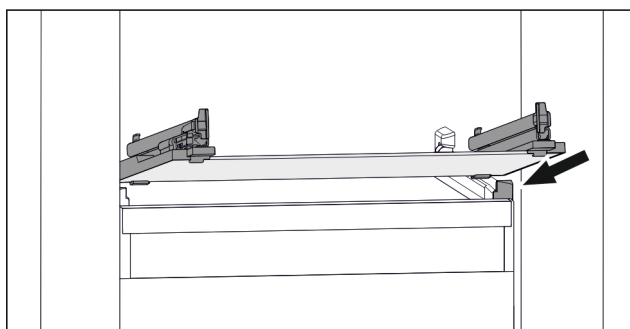

Fig. 134 Eksempel på fremstilling av glassplaten
- ▶ Sett glassplaten på skrå bak stopperne. (se Fig. 134)